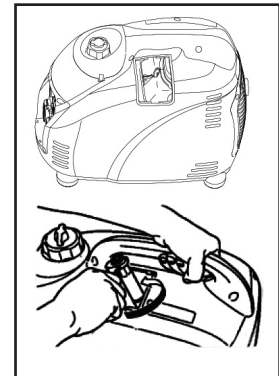

Fig. 30
1. Enlevez le couvercle. Voir la figure 30